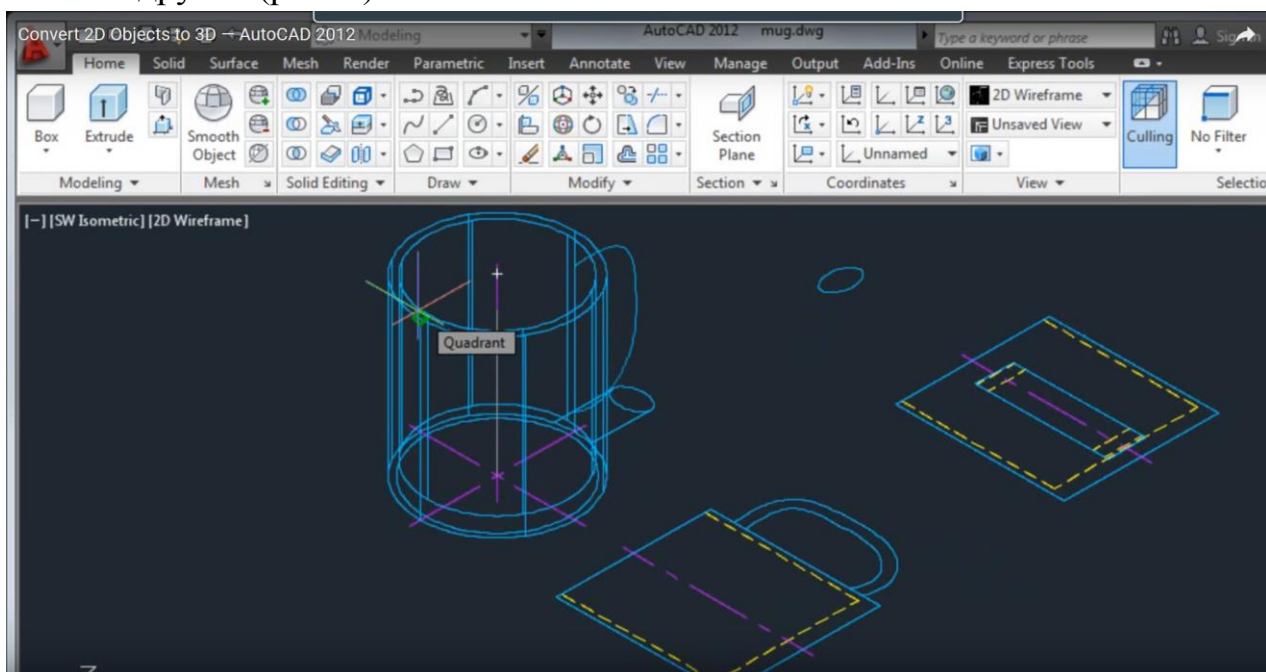

Рис. 5. Кружка с ручкой
5. Поместить 2d изображение ручки путем его копирования с одного вида на другой (рис. 5).